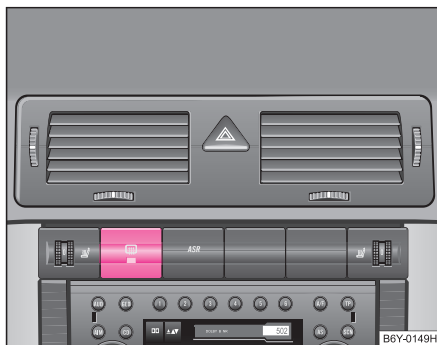

Fig. 40 Întrerupător pentru încălzirea lunetei
- Apăsați comutatorul  ⇒ fig. 40, pentru a porni încălzirea lunetei.